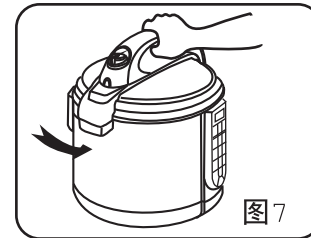
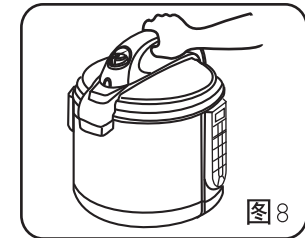

图7
图8
- 3) 手握煲盖手柄，平放至限位边，然后逆时针旋转煲盖至扣合位置，并听到扣合声。（见图7，图8）